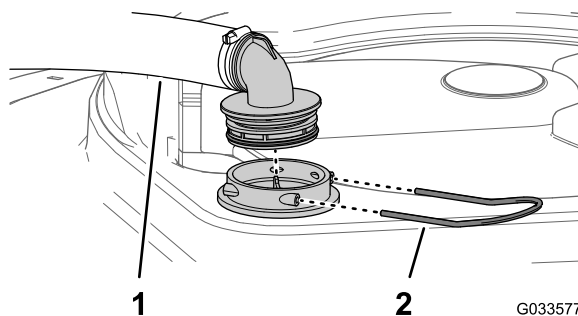

图 104
2. 在打药机药缸的顶部拆下固定从过滤器外壳连接至大软管的软管接头的卡环 图 104。
3. 从过滤器外壳上拆下软管和软管接头 图 104。